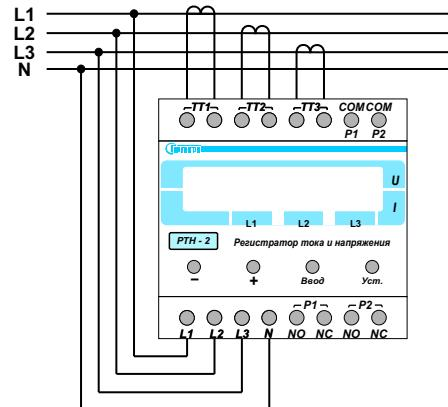

Рис.7. Схема подключения РТН-2 к сети.
3.2.2. Произвести подключение контролируемой сети согласно маркировке (Рис. 7): L1, L2, L3 фазы; N нейтраль; TA1...TA3 вторичные обмотки трансформаторов тока; реле P1(событие по току - срабатывает при превышении установленного порога по току) и P2 (событие по напряжению - срабатывает при превышении/уменьшении напряжения выше/ниже порога по напряжению). Сечение подключаемых проводов должно быть не менее 0,75 мм. кв.